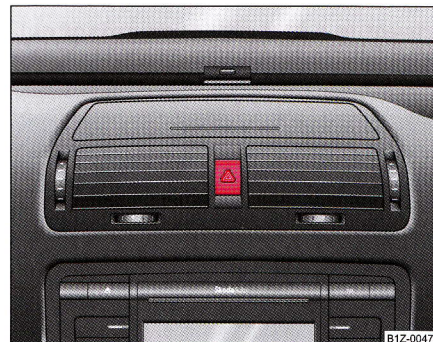

Fig. 46 Tabloul de bord: Înterupător pentru instalația de avertizare avarie
- Apăsăți înterupătorul ⚠ ⇒ fig. 46, pentru a porni sau opri instalația de avertizare avarie.